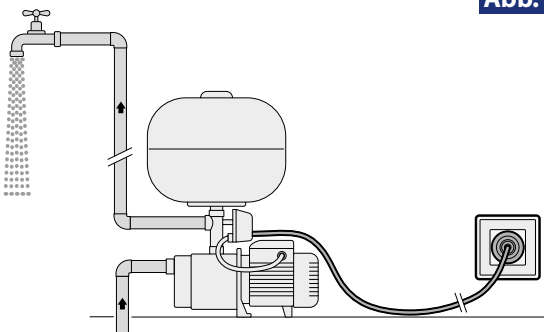

Abb. 1
- Lassen Sie die Pumpe bei geöffneter Entnahmestelle laufen (**Abb.1**).